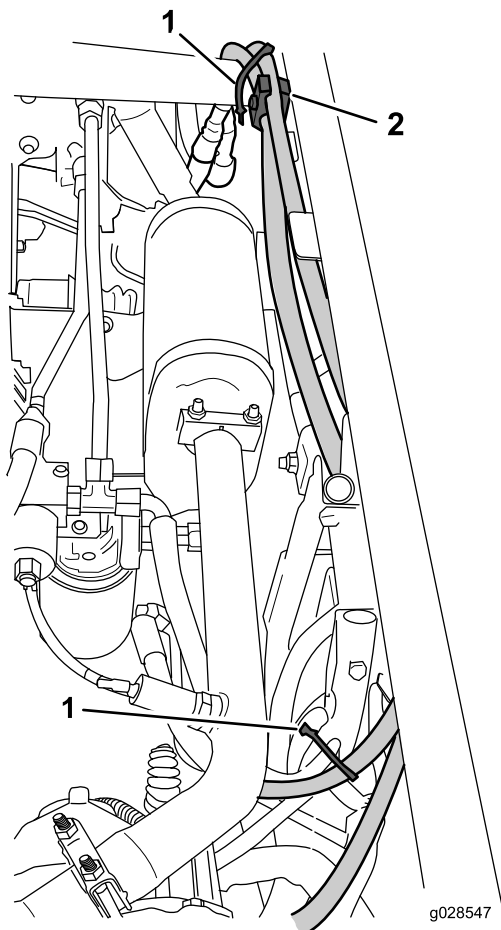

Figura 10
2. Instale um conector rápido macho na extremidade fêmea da mangueira hidráulica a partir da válvula da rampa de elevação (Figura 10).
4. Fixe as mangueiras com 2 braçadeiras, um grampo de tubo e um parafuso em grampo nos locais indicados em Figura 10.